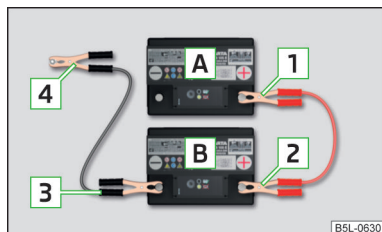

Abb. 249
- Die Klemme **1** am Pluspol der entladenen Batterie **A** » Abb. 249 befestigen.